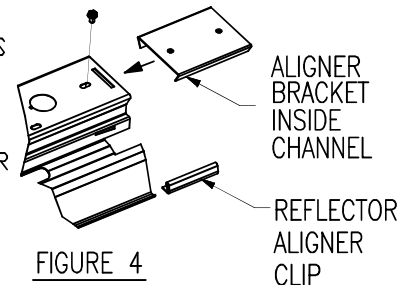

FIGURE 4
- 5) RETIRER LE CAPOTEUR D'END, DE LA FIN DE CHANNEL, ET INSTALLER LE SUPPORT D'ALIGNER (5F-W ORDER SEPERATELY) COMME À LA FIGURE 4. NE PAS SERRER TOUJOURS DE LA VIS.
- 8) INSTALLER LES CLIPS D'ALIGNER REFLECTEURS À DES FLANGES INFERIEURES REFLECTEUR FIGURE 4. REFLEXION PUSH ALIGNER CLIP COMPLETEMENT SUR REFLECTEUR.